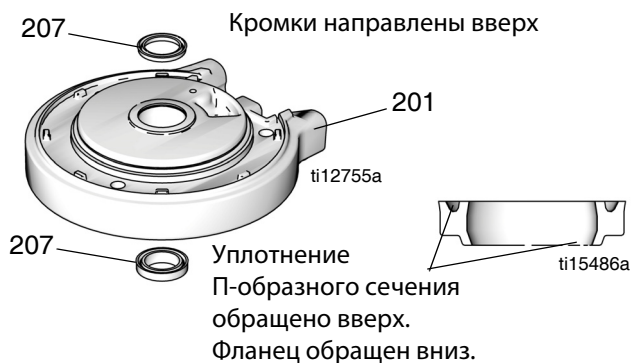

Рис. 8: Установка уплотнение П-образного сечения в пневматический двигатель
2. Нанесите смазку на внутреннюю поверхность цилиндра (205). Опустите цилиндр на верхнюю крышку (210).
3. Нанесите смазку на уплотнительное кольцо (204) и установите его на поршень (219).
4. Опустите узел поршня (219) в цилиндр (205). Убедитесь в том, что уплотнительное кольцо (202) остается на месте.
5. Установите экран (206) на цилиндр (205) и в канавку на верхней крышке (210).
6. См. раздел Рис. 8. Нанесите смазку на новое уплотнение П-образного сечения с фланцем (207) и установите его в нижнюю часть опоры в нижней крышке (201). Уплотнение П-образного сечения должно быть обращено вверх, а фланец вниз. Нанесите смазку на новое уплотнение П-образного сечения с фланцем (207) и установите его в верхнюю часть опоры. Кромки должны быть обращены вверх.